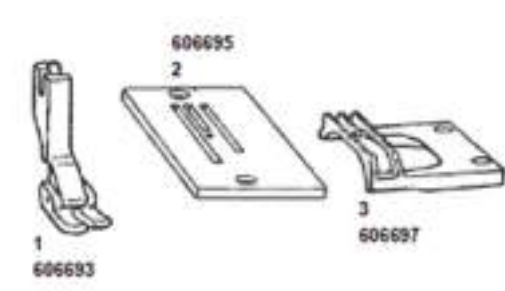

Figura 27
O pé calcador para costura reta (1), a chapa da agulha (2) e o dente impelente (3) representado na Figura 27, são usados exclusivamente para costura reta.